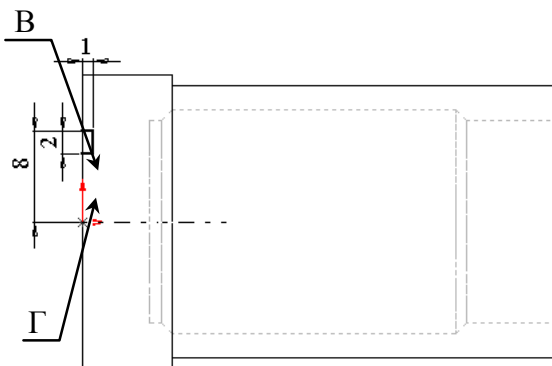

Рис. 3.5
5. Используя инструменты , , и , нарисовать контур канавки (рис. 3.5).